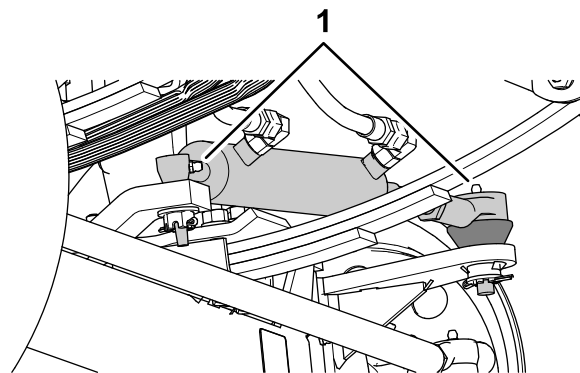
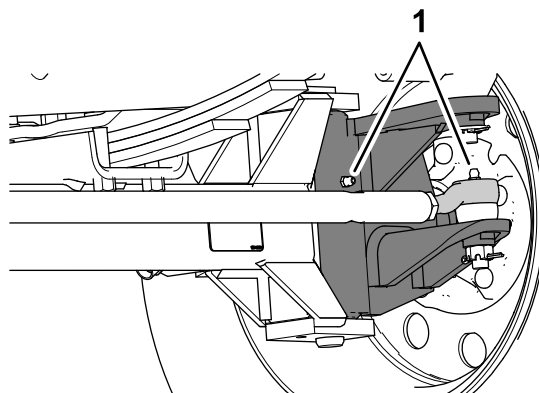

図 68
図 69
1. グリスフィッティングをウェスできれいに拭く 図 68 と 図 69。
2. グリスフィッティングにグリスを注入する 図 68 と 図 69。
注 グリスアップ箇所を 図 68 に示します。